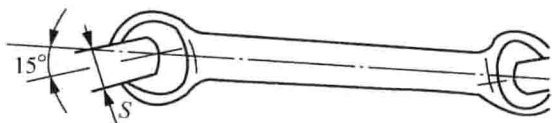

图 1-2 呆扳手
(1) 呆扳手。呆扳手也称开口扳手(图 1-2)。按其开口的宽度 S 大小分 8~10mm、12~14mm、17~19mm 等规格,通常成套装备,有 8 件一套、10 件一套等。国外有些呆扳手采用英制单位,适用于英制螺钉拆卸。